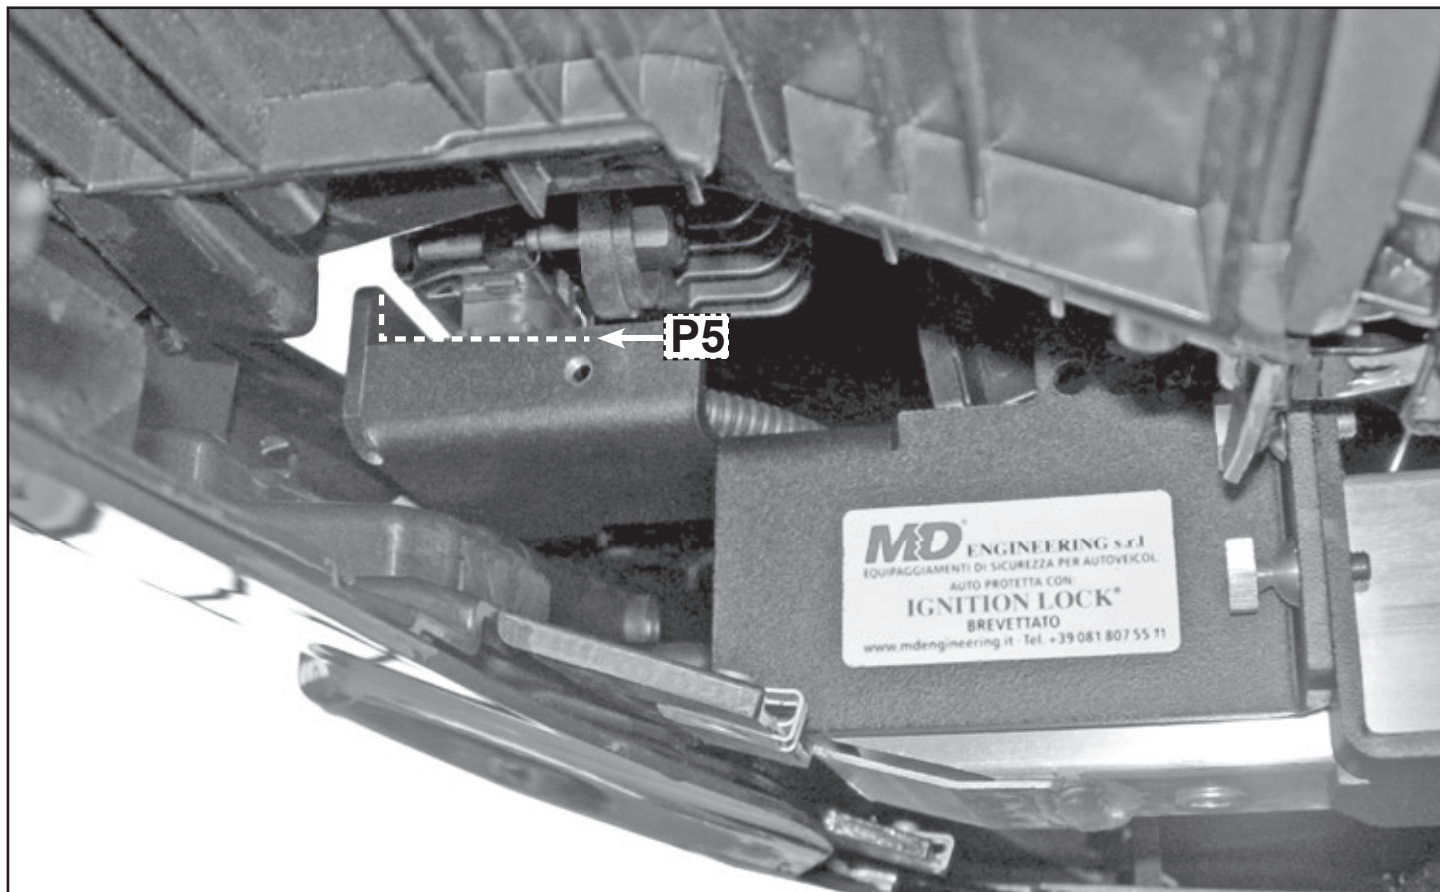

FIGURA 12
- **Nella figura 12** fare attenzione che la staffa **A2** non urti il Radar nella fase di fissaggio finale (vedi punto **P5**).